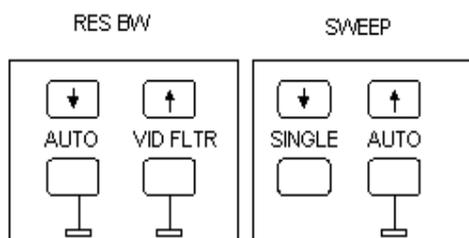

Figura 9. Mandos RES BW y SWEEP CONTROLS.
3. Mandos RES BW (ancho de Banda del filtro de FI) y SWEEP CONTROLS (controles de barrido), Figura 9.